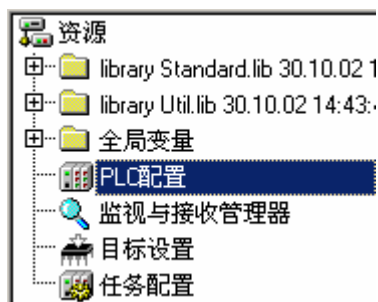

图 3-4 资源
- 资源：资源包含的子项如图 3-4，你可在资源中进行硬件配置，定义并且跟踪变量的值。